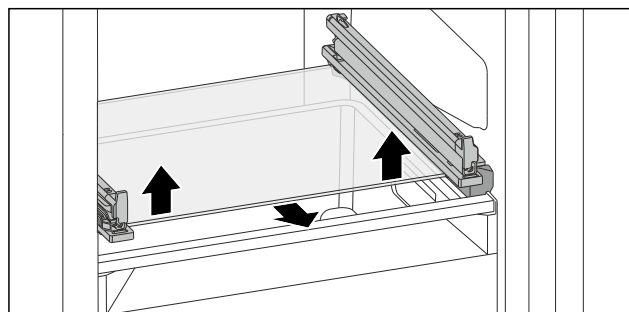

Fig. 107 Glasplatte des abklippbaren Schubfachs
- Glasplatte von unten beidseitig nach oben drücken. (zie Fig. 107)